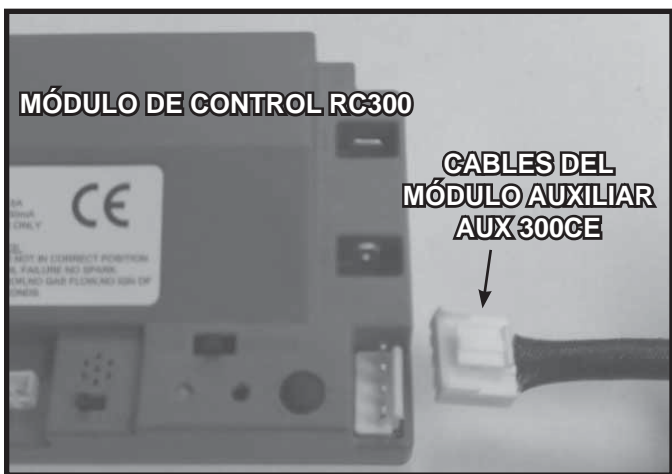

Figura 12.8 Instalación del módulo auxiliar AUX300CE
- Inserte el arnés del módulo auxiliar AUX300CE (cuatro hoyos) en el conector del modulo de control RC300 (cuatro pines). Consulte Figura 12.8.